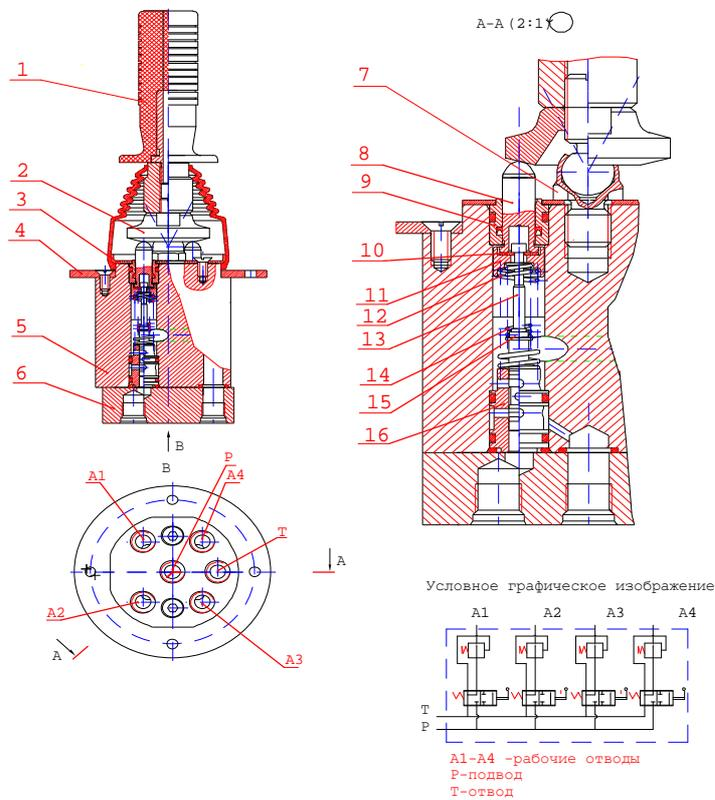

Рис. 48 Блок управления с одним рычагом
1) блок управления I (рис. 48) - четырехзолотниковый с рычагом управления на шаровом шарнире, с возможностью одновременного включения одного или двух смежных золотников с возвратом в нейтральное положение рычага при снятии с него управляющего усилия;